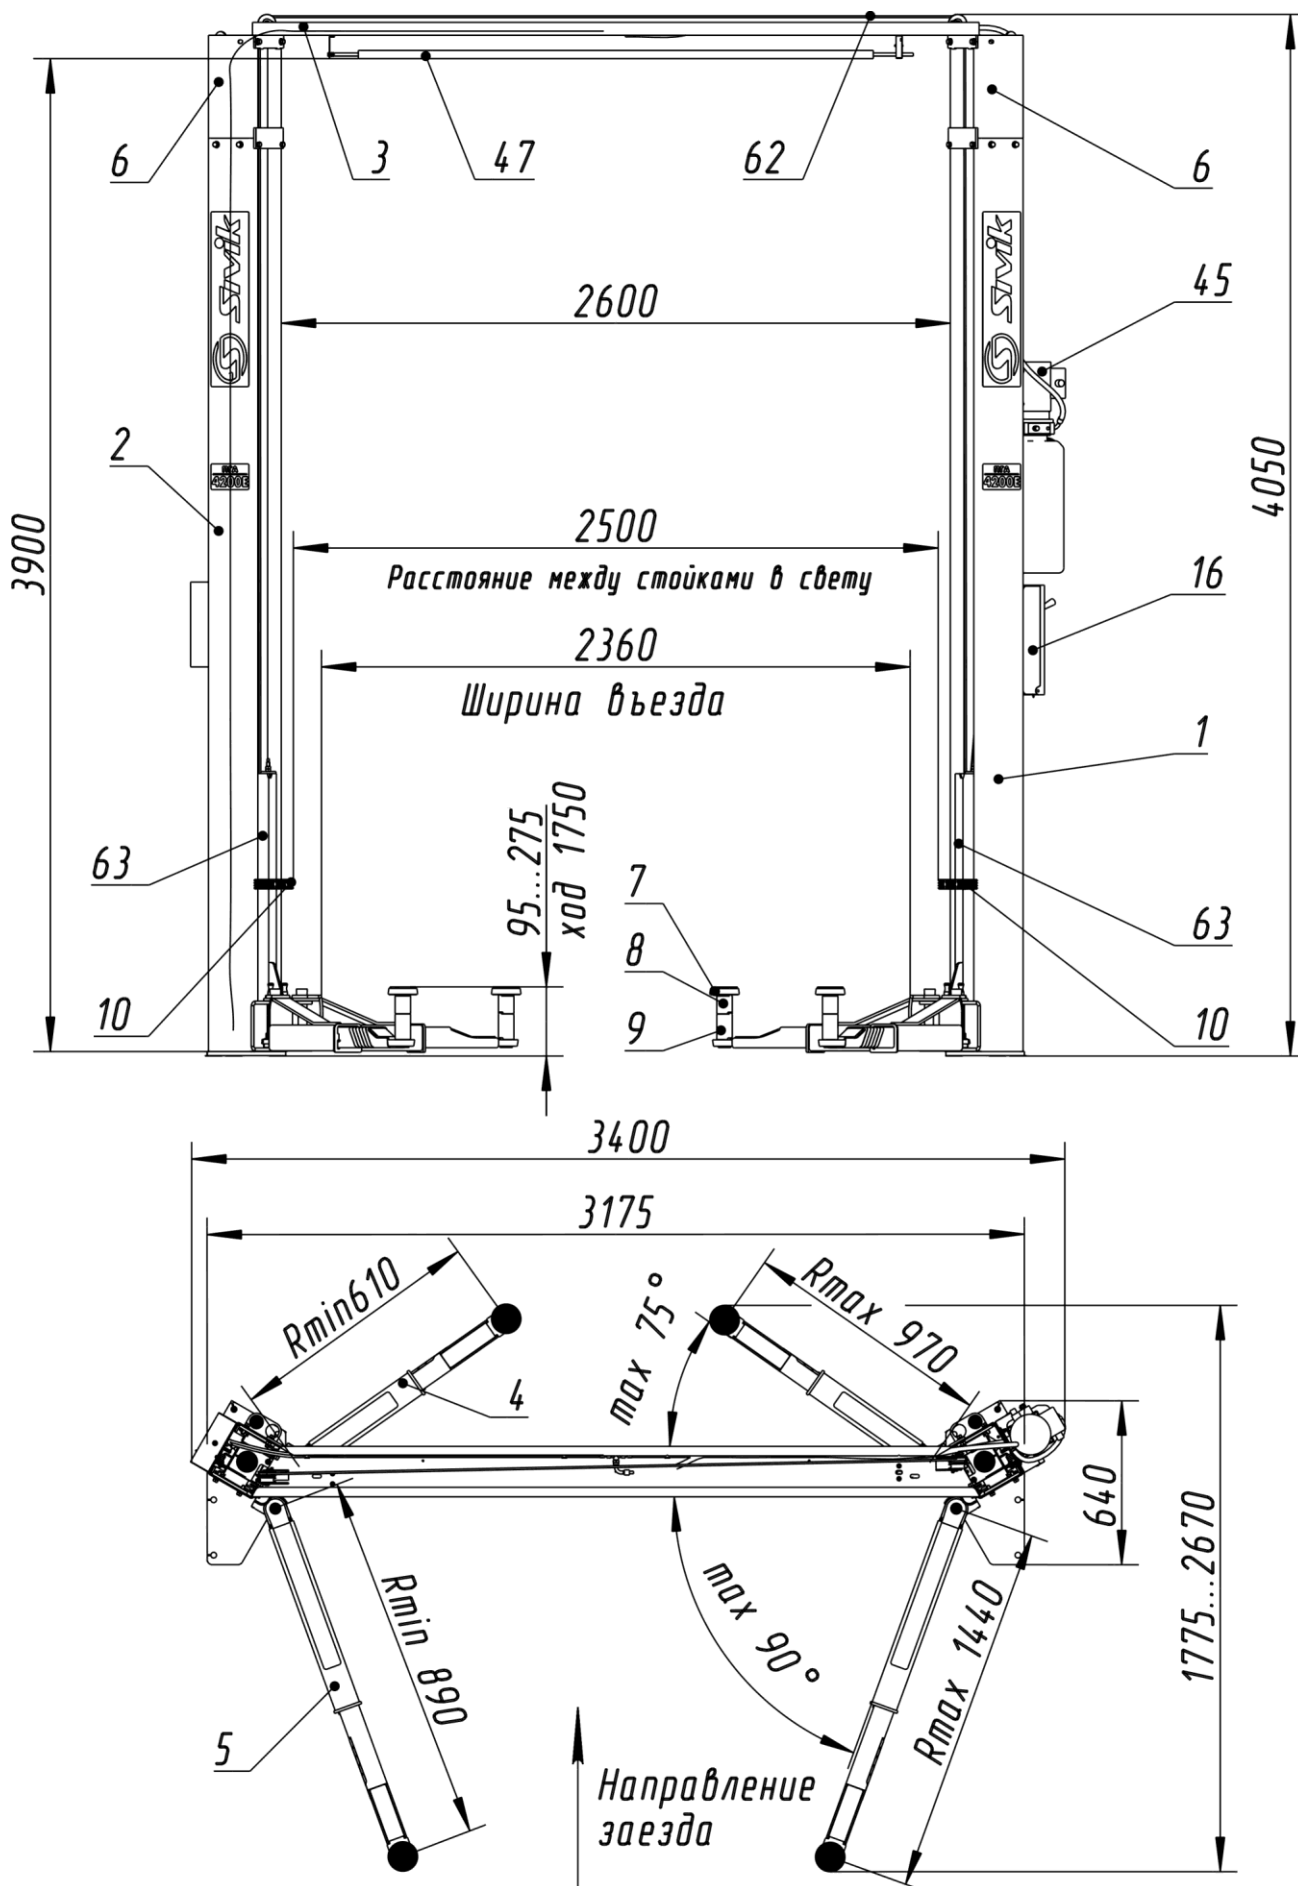
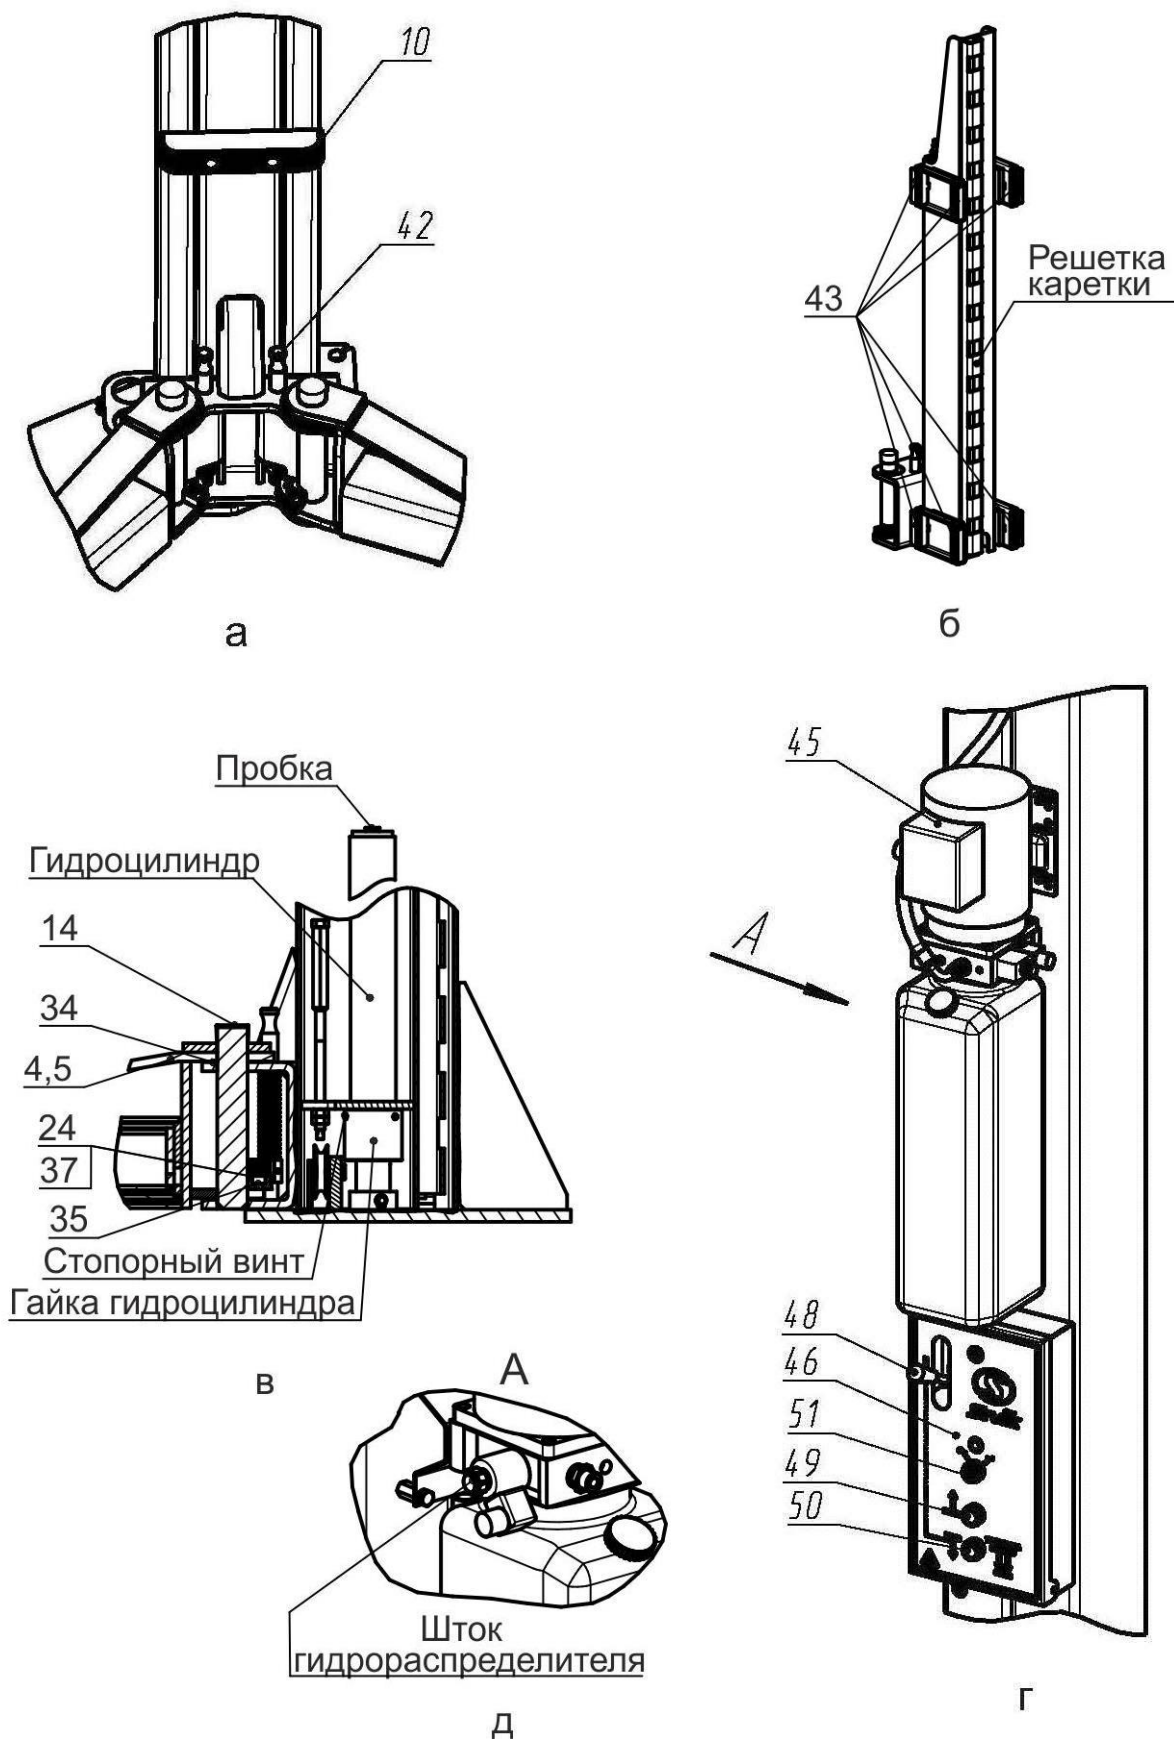

Рисунок 3.1 - Общий вид подъемника
Рисунок 4.1 – Виды подъемника
Подъемник (рисунок 3.1) состоит из двух стоек коробчатого сечения -правой 1 и левой 2, соединенных между собой перекладиной 3. В стойках размещены каретки 63 с закрепленными на них поворотными телескопическими подхватами 4 и 5 разной длины. На концах подхватов 4, 5 установлены опоры 7, подставки опоры 8, 9. Подхваты фиксируются стопорными устройствами 42 (рисунок 4.1 а), автоматически срабатывающими при подъеме автомобиля. При опускании кареток 63 в крайнее нижнее положение происходит автоматическое расстопорение подхватов 4 и 5. Каретки 63 приводятся в движение гидравлическими цилиндрами, установленными внутри стоек. Подъемник снабжен системой 62 тросовой синхронизации движения кареток 63.
Каждая каретка 63 (рисунок 4.1 б) снабжена полиамидными ползунами 43, скользящими по беговым дорожкам стоек 1 и 2. Каретки фиксируются на требуемой высоте стопорами-защелками 44 (рисунок 6.4), закрепленными на стойках 1,2 и входящими в зацепление с решетками на каретках 63.
На правой стойке (рисунок 4.1 г) размещена насосная станция 45 с пультом управления 46. Внутри насосной станции 45 находится клапан предохранительный, предотвращающий перегрузку в гидросистеме. Клапан предохранительный настроен на заданное давление и опломбирован.
- касании автомобилем ограничительной дуги 47 перекладины 3 (рисунок 3.1);
Для предотвращения повреждения дверей автомобиля (при открывании) на каретки 63 установлены накладки 10, фиксируемые винтами М8х35 и шайбами 8 (рисунок 3.1 и рисунок 4.1 а).
Управление подъемником осуществляется рычагом 48 (рисунок 4.1 г) и двумя кнопками 49 и 50, установленными в пульте управления 46. Рычагом 48 осуществляется расстопорение кареток 63, а кнопками 49 и 50, подъем (кнопка 49) и опускание (кнопка 50) кареток 63.
ВНИМАНИЕ! Перед сборкой проверить затяжку гаек гидроцилиндров и стопорных винтов (рисунок 4.1 в).
Для того чтобы проверить срабатывание упругой тяги 55, необходимо одному человеку прижать рукой защелку 44 к стойке 2, а другому повернуть рычаг 48 (рисунок 4.1 г) на себя. Упругая тяга 55 должна вытянуться на полный ход штока.
При повороте рычага 48 (рисунок 4.1 г) защелки на левой и правой стойки должны срабатывать одновременно. При отпуске рычага 48, защелки на левой и правой стойке должны вернуться в исходное положение. Регулировка проводится выборкой слабины тросика 52 и обжатием петли от вытягивания зажимом 13.
6.9 Открутить пробку бака насосной станции 45 и залить масло (около 12 л) до верхней метки «МАХ» (рисунок 4.1 г). Уровень масла контролировать визуально. Установить пробку бака на место.
- кратковременным нажатием на кнопку 49 (двигатель должен работать, вращение крыльчатки по стрелке на кожухе эл. двигателя, а из бака должно убывать масло, рисунок 4.1 г).
- отвернуть пробки у каждого гидроцилиндра на один оборот (рисунок 4.1в)